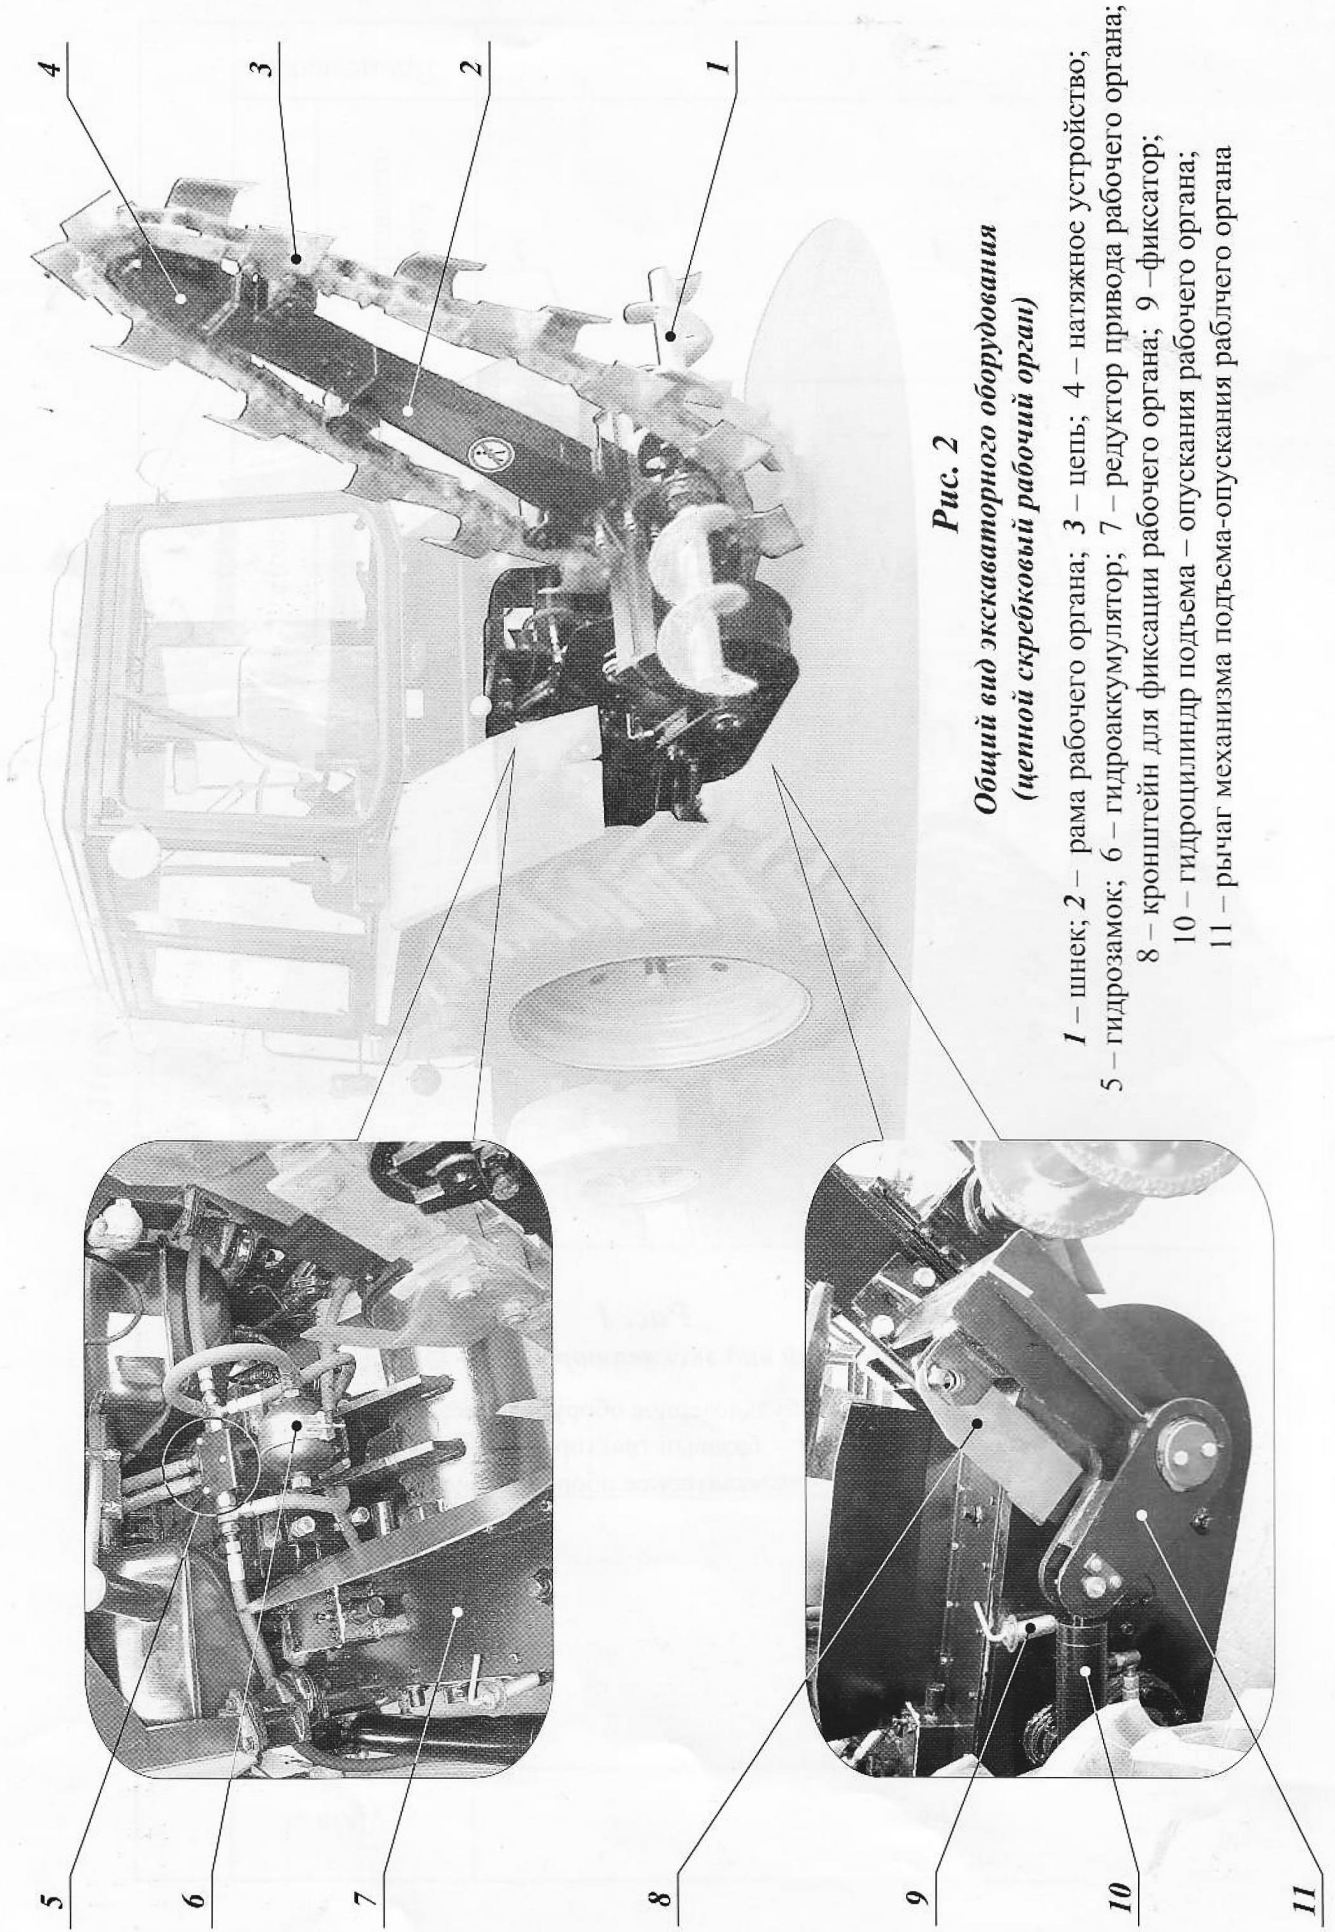

Рис. 2
- с цепным скребковым рабочим органом (Рис.2);